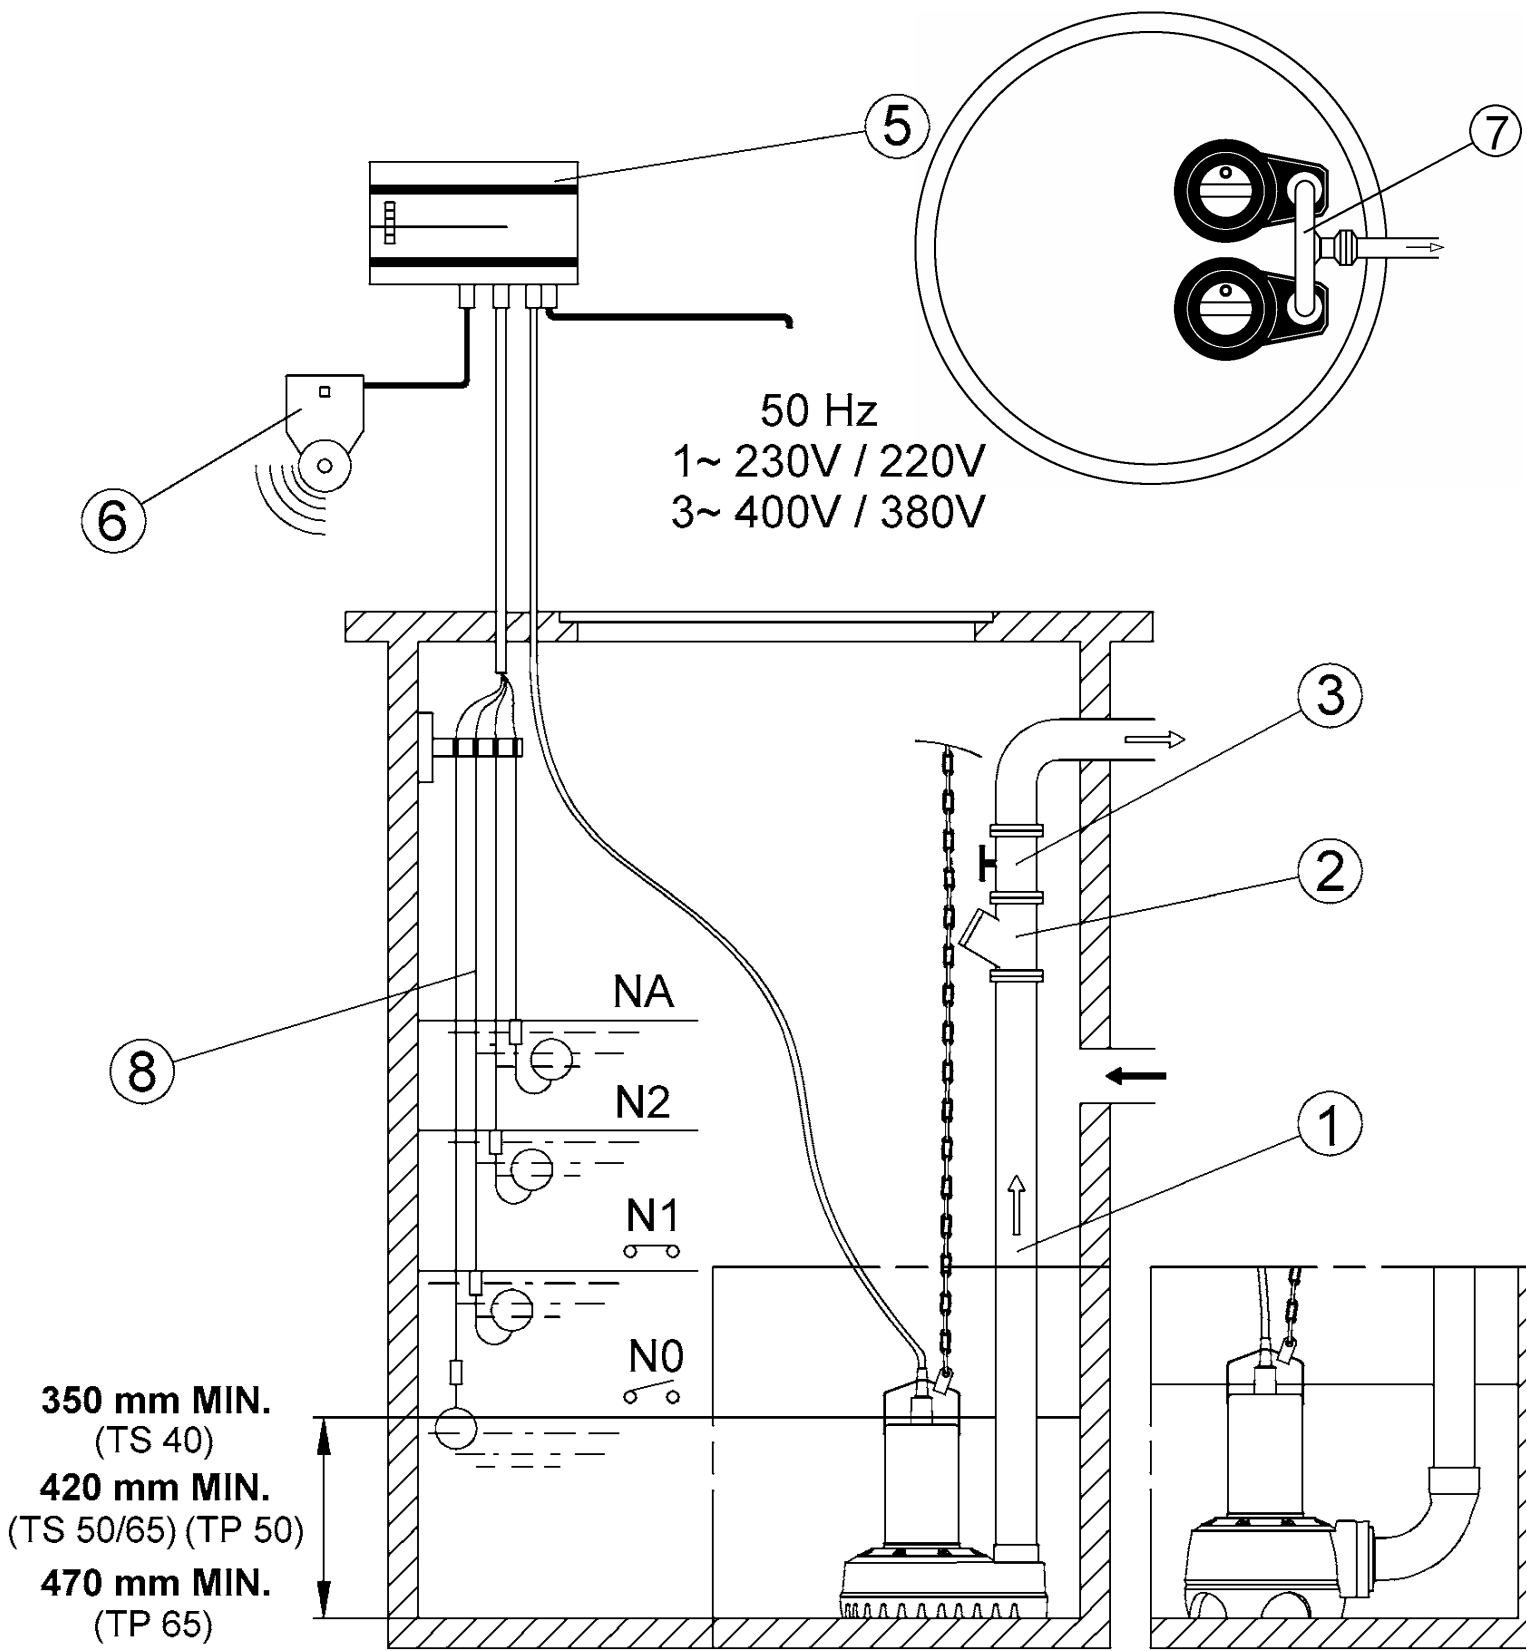

Рис. 4
- При стационарной мокрой установке насосов TP и TS с напорным трубопроводом (Рис. 4) необходимо разместить и закрепить насос так, чтобы на насос не передавались напряжения от напорного трубопровода.